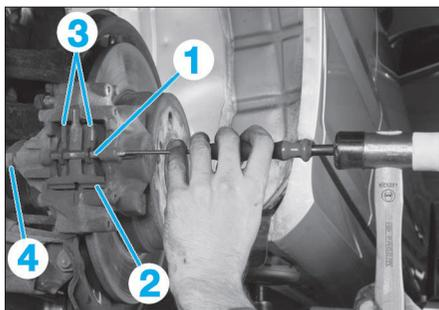

FIG. 5
- l'axes (1) puis le ressort (2) (Fig.5).
- Déposer les plaquettes de frein (3).
- Désaccoupler le flexible de frein (4) (Fig.5).